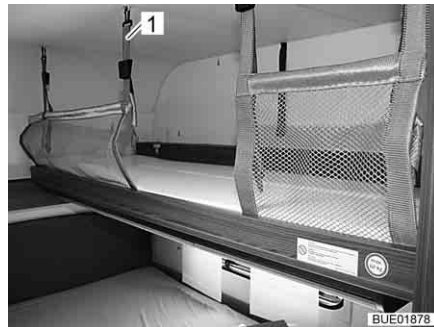

Bild 90 Schrank-Klappbett mit aufgespanntem Sicherungsnetz
*Aufspannen:* ■ Die Sicherungsgurte (Bild 90,1) in die Haken an der Decke einhängen.